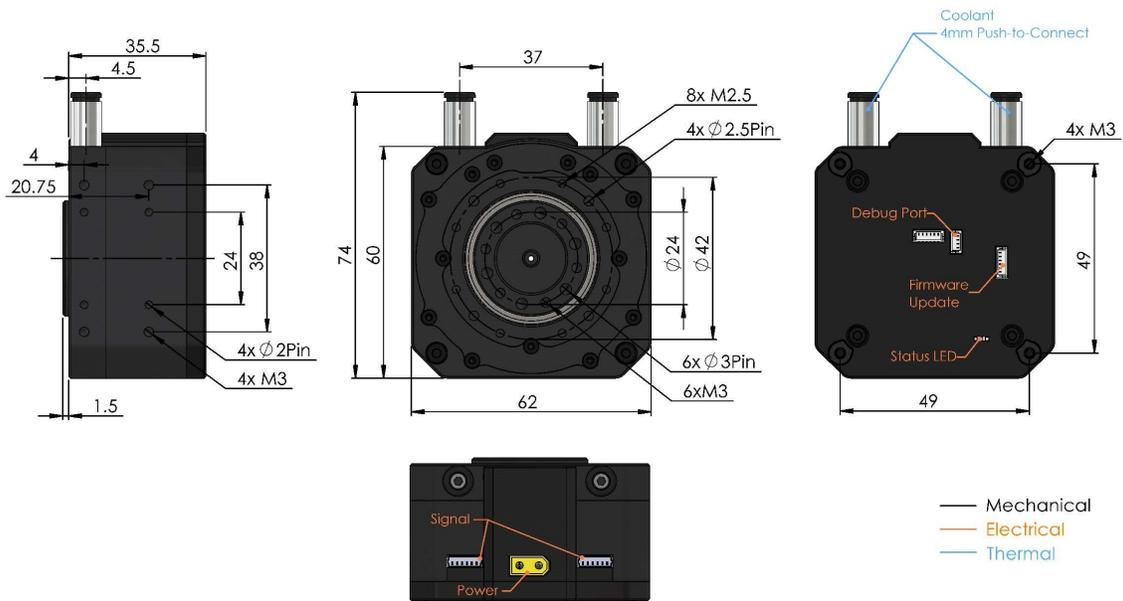

图 1: Koala BEAR V2 Specs
Koala BEAR V2 (产品代号 KB02) 适用于各种小型移动机器人、机械手或小型机械臂等低负载高动态应用场景。下面结合图1对 KB02 的机械、电气以及液冷等特征进行介绍。
- 机械属性 KB02 的整体尺寸和外部安装孔尺寸与位置已在图1中详细标注。输出轴端面设有 6 个 3mm 直径销钉孔和 6 个 M3 螺纹孔用于定位和连接负载；正面设有 4 个 2.5mm 直径销钉孔和 8 个 M2.5 螺纹孔以及三个侧面均设有 4 个 2mm 销钉孔和 4 个 M3 螺纹孔用于定位和固定，此外，背面还设有关于输出轴中心对称的四个 M3 螺纹孔可用于固定或安装附加轴承。KB02 的机械性能详见表1。